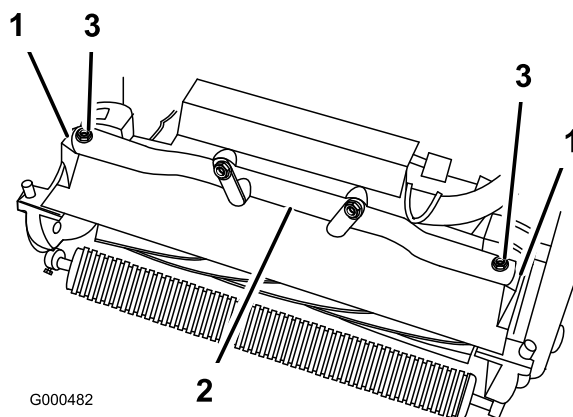

Figura 47
4. Togliete le due viti a testa cilindrica che fissano i bracci girevoli dell'apparato di taglio al tubo del telaio della trattrice (Figura 47).
5. Girate in avanti i bracci girevoli (Figura 47) ed appoggiate la trattrice sul cavalletto ancorato.